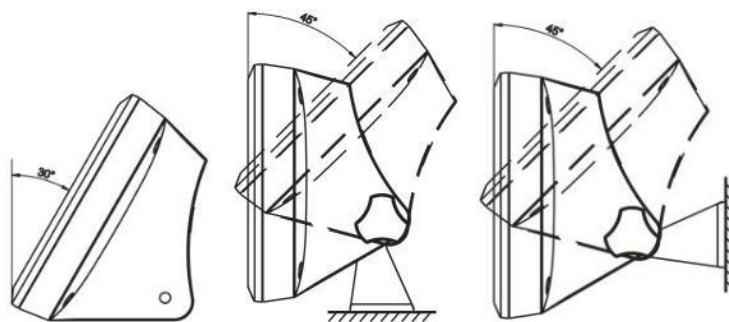

Figure 2-6 : Réglage du support pour un montage mural ou sur une colonne
5. Le support autorise toute une gamme de réglage, comme sur la Figure 2-6.